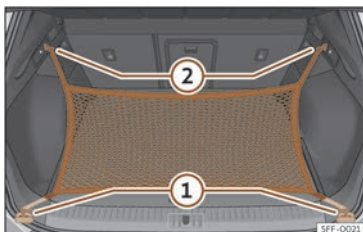

Abb. 193 Im Gepäckraum: Ösen ① und Haken ② zum Einhängen des Gepäckraumnetzes.
- Hängen Sie die kurzen Haken des Netzes in die Verzurrösen ein >>> (Abb. 193) ① >>> ⚠. Der Reißverschluss des Gepäckraumnetzes muss dabei nach oben zeigen.
- Befestigen Sie die Spanngurte in den Taschenhaken ②.